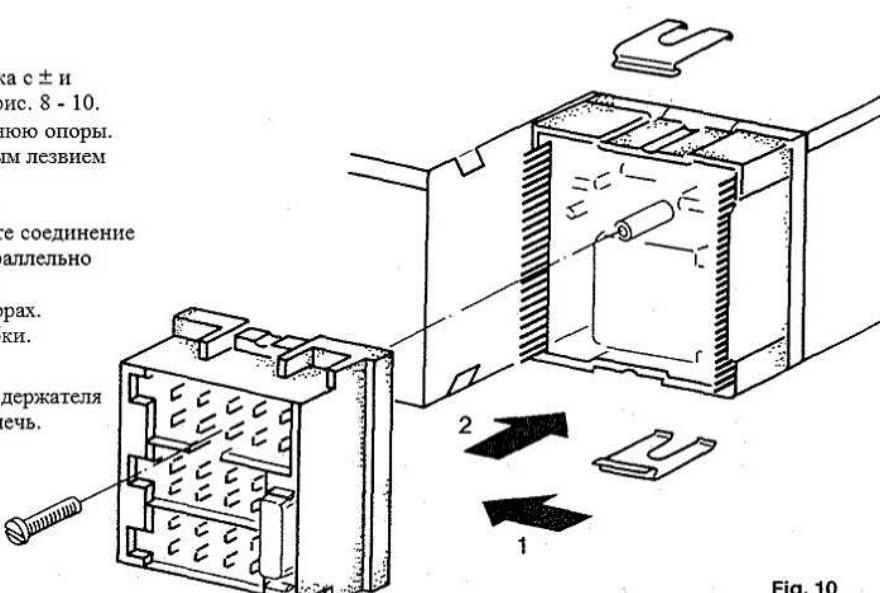

Fig. 10
3. Anschlußkästchen für Quick-Out-Betrieb seitlichrichtig und parallel zum Gehäuse ansetzen und vorsichtig eindrücken, siehe Fig. 10.
3. For insertion for Quick-Out operation, position the connection box with the sides in the correct position and parallel to the cabinet, and push it in carefully, see fig. 10.
3. Placer la boîte de jonction pour le service Quick-Out avec la face correcte parallèlement au boîtier et presser avec prudence, voir fig. 10.
3. Для вставки для операции Quick-Out расположите соединение ящика со сторонами в правильном положении и параллельно кабине - сети и осторожно вставьте ее, см. рис. 10.